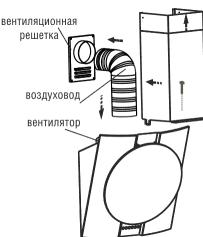
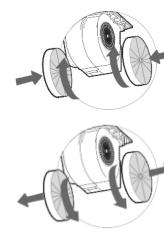

рис. 7
рис. 7A
6.3 В зависимости от режима эксплуатации кухонной вытяжки соедините вентилятор с вентиляционной решеткой воздуховодом (рис. 7) или установите на вентилятор угольные фильтры. Угольные фильтры устанавливаются на защитные решетки корпуса вентилятора путем легкого нажатия и поворота (рис.7A)
6.4 Установка фальштруб (рис.7).